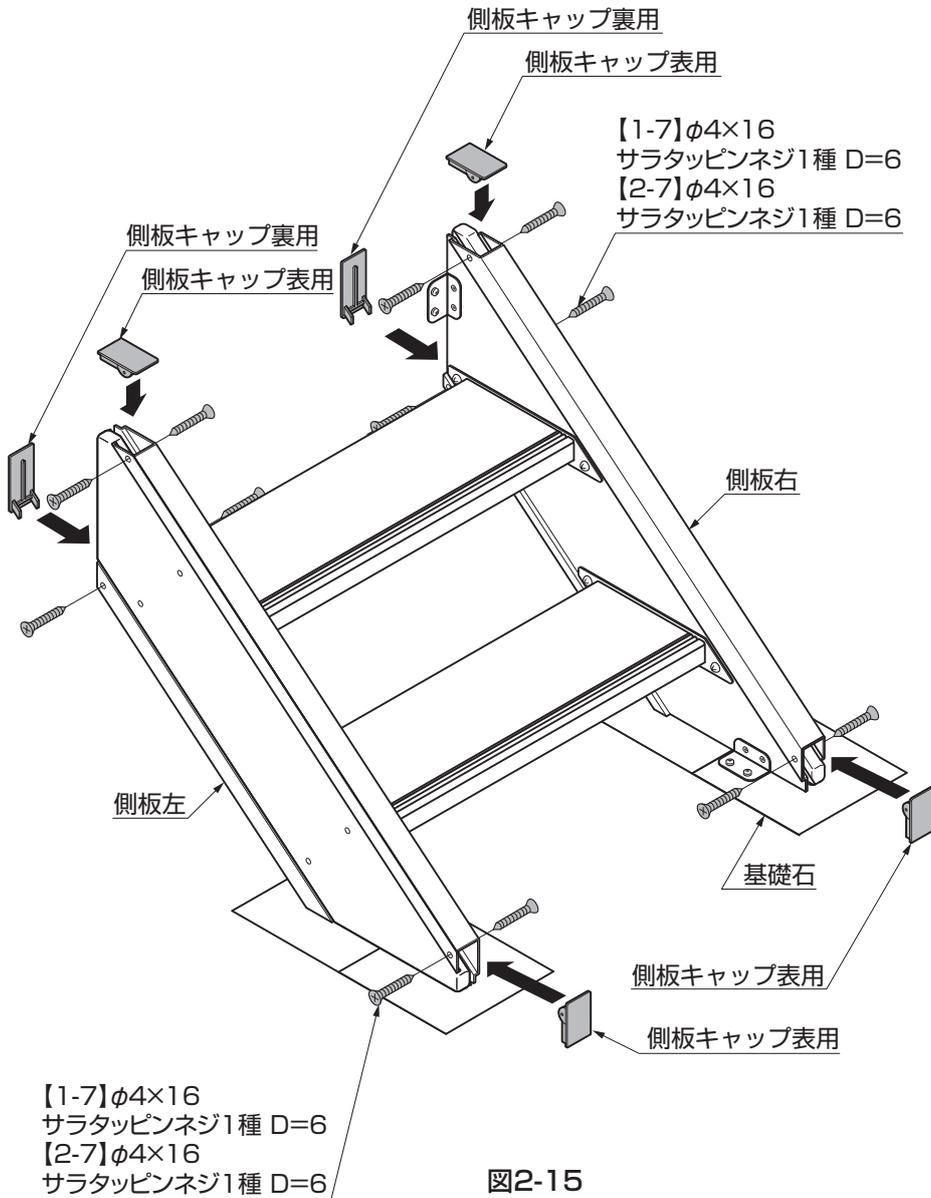

図2-15
- ① 側板キャップ表用を4箇所、側板キャップ裏用2箇所、【1-7】または【2-7】で取付けてください。(図2-15参照)